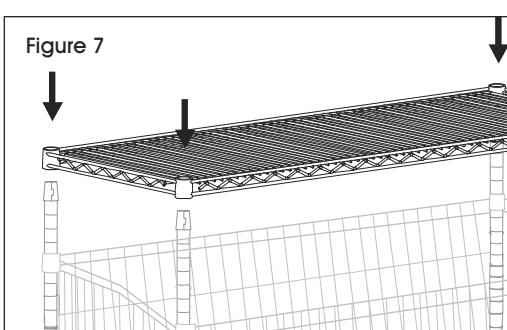

Figure 7
6. Enclenchez les supports de tablette sur la rainure supérieure des montants. Faites glisser la tablette sur les supports. Tapotez la tablette pour la sécuriser. (Voir Figure 7)